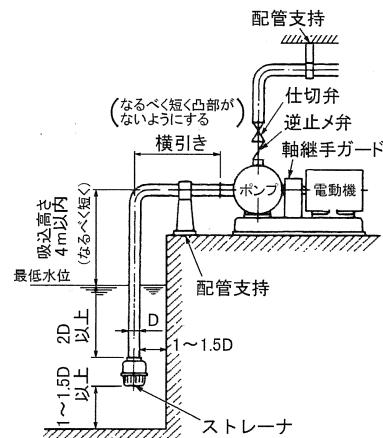

図 2 据付図
- (1) ポンプに吸込配管、吐出し管の荷重がかかると芯狂いの原因となりますので、図 2 のように十分な配管支持をしてください。
- (2) 配管が長い場合、実揚程が高い場合、自動運転の場合、および 2 台以上のポンプの並列運転の場合には必ずポンプの吐出し側に逆止め弁と自吸用空気抜弁を取付けてください。自吸用空気抜弁は自吸運転中、吸込側配管の空気を排出するためのもので、逆止め弁のすぐ下に取付けてください。
- (3) 装置上どうしても空気だまりが避けられない箇所には、空気抜き弁を取付けてください。ただし、吸込配管などで負圧になる所には取付ないでください。逆に空気を吸込みます。
- (4) 水撃（ウォータハンマ）がおこる危険性のある場合は、急閉逆止め弁を設けるなどの対策を施してください。
- (5) 吸上げの場合
- (a) 吸込配管の末端は図 2 のように管径 (D) の 2 倍以上深く、底より 1~1.5D 以上離してください。